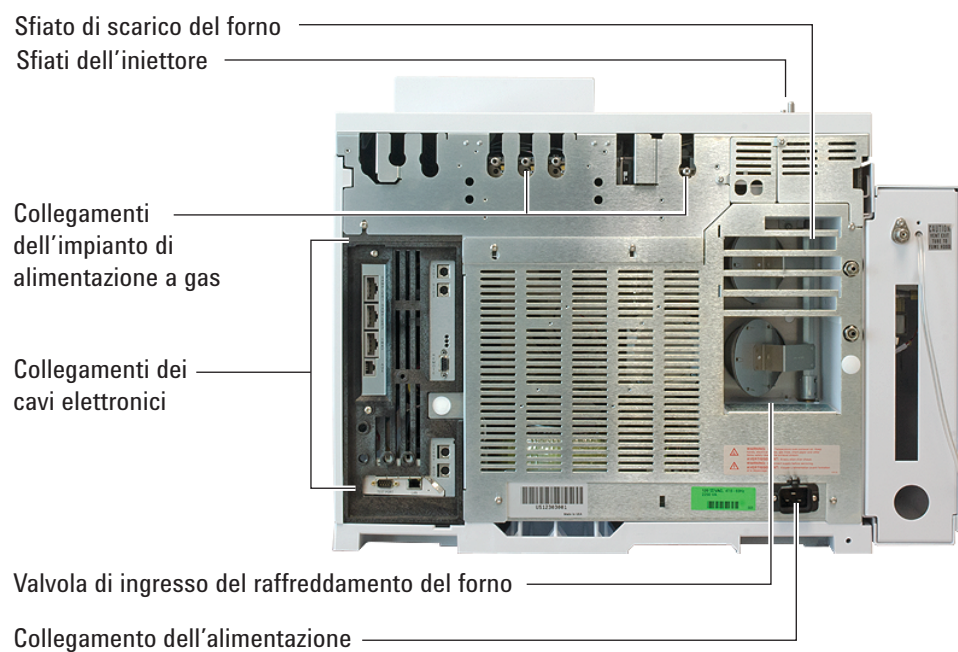

Figura 2 Vista posteriore del GC 7890B
- 1 Individuare l'etichetta relativa all'alimentazione elettrica vicino al connettore del cavo di alimentazione nella parte posteriore del GC (vedere Figura 2). Verificare che le impostazioni di alimentazione dello strumento siano compatibili con la tensione di linea del laboratorio. Vedere la sezione “Consumo di energia” in basso.